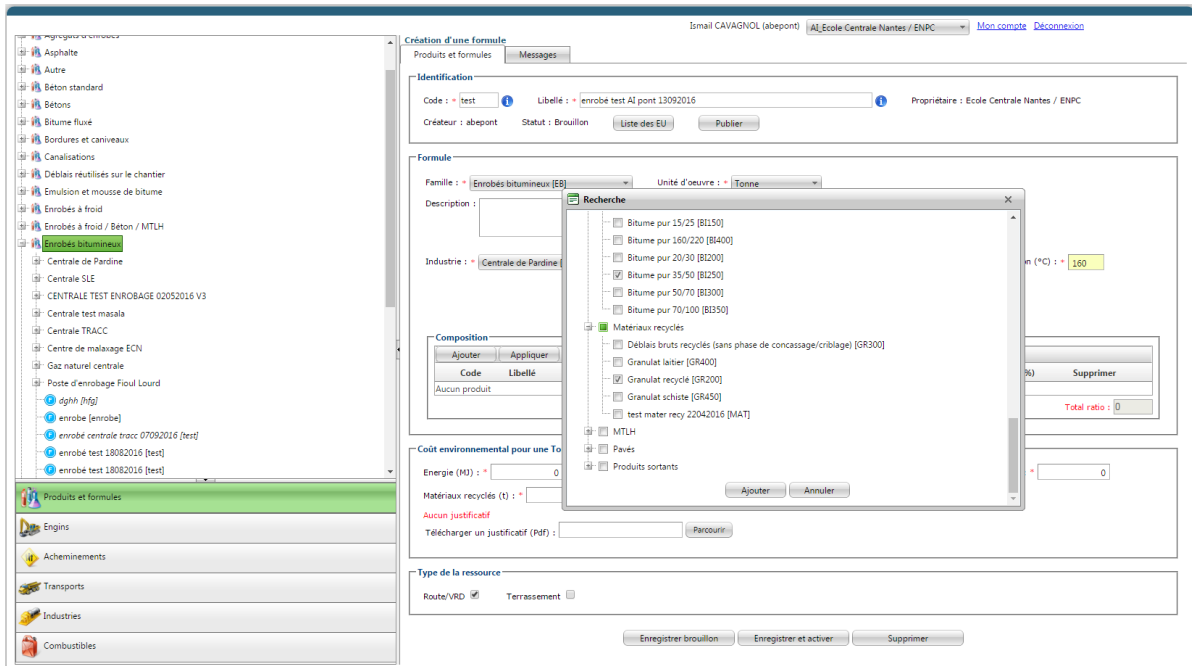

Figure 27 – Insertion des différents produits composant la formule d'enrobé
- 9- Dans le tableau « Composition », Cliquez sur « Ajouter » afin d'ajouter des constituants à la formule, une pop-up doit s'ouvrir. (Figure 27)